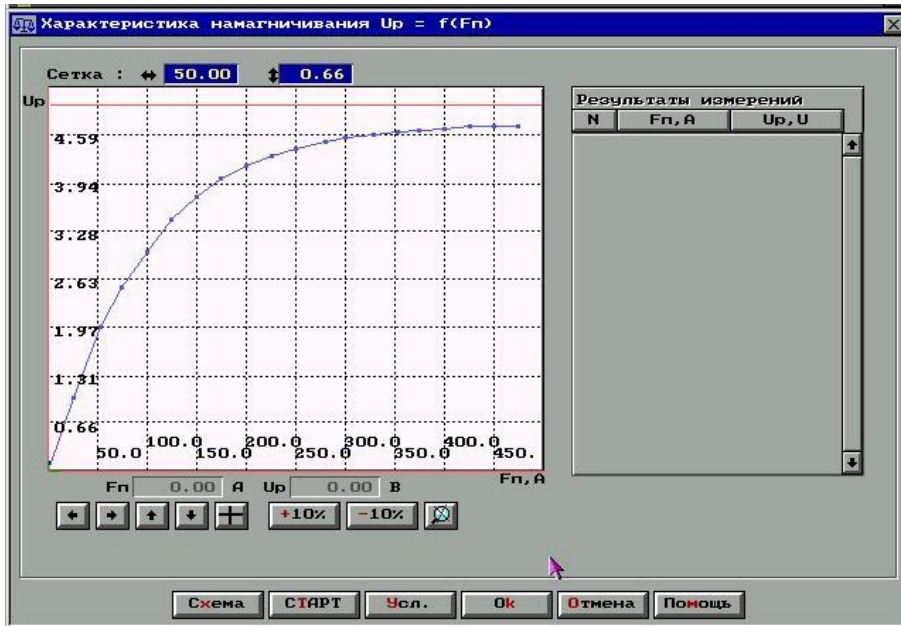
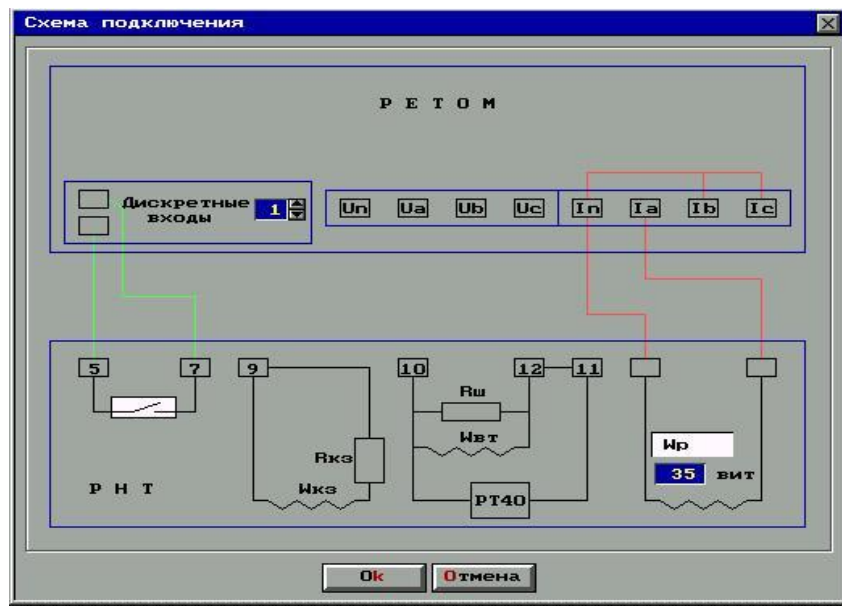

Рис. 11.18. Окно *Характеристика намагничивания НТТ  $U_p = f(F_n)$*
Рис. 11.19. Схема подключения реле РНТ-560
**Снятие характеристики намагничивания НТТ.** В панели управления нажмите кнопку Характеристика намагничивания НТТ  $U_p = f(Fп)$ . В рабочем окне (рис. 11.18) нажмите кнопку **Схема** и подключите реле по схеме (рис. 11.19).